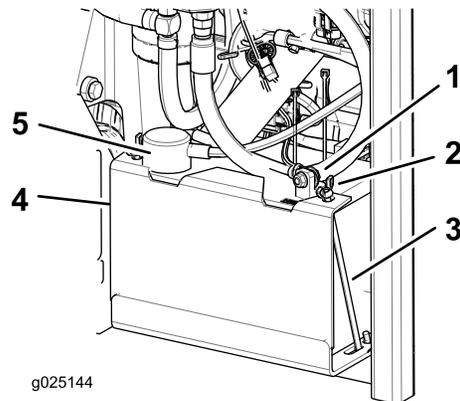

Figura 46
3. Desligue primeiro o cabo negativo (preto) da bateria do terminal negativo (preto) da bateria (Figura 46).
4. Deslize a tampa do terminal vermelho para fora do terminal positivo (vermelho) e remova o cabo positivo (vermelho) da bateria (Figura 46).
5. Retire as porcas de orelhas que fixam os ganchos em J (Figura 46).
6. Retire o grampo (Figura 46).
1. Posicione a bateria na base com os pólos terminais afastados do depósito hidráulico (Figura 46).
4. Prenda os cabos com 2 parafusos, 2 anilhas e 2 porcas de bloqueio (Figura 46).
6. Instale o grampo e fixe-o com porcas de orelhas e ganchos em J (Figura 46).